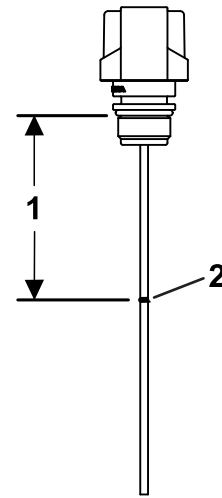

Figura 4
9. Rifilate l'asta di livello a 9,5 cm in corrispondenza della linea contrassegnata come illustrato in Figura 4, quindi inserite l'asta di livello nell'apertura del serbatoio del rivelatore di perdite.